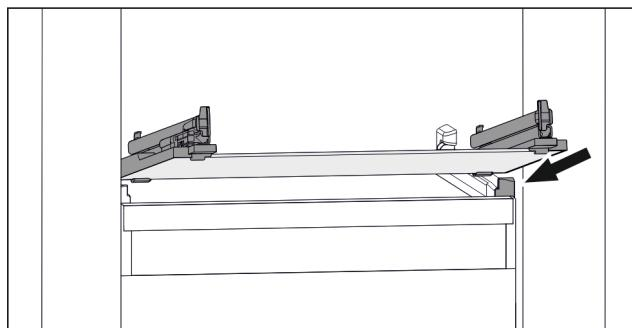

Fig. 117 Примерно изображение на стъклената плоча
- ▶ Поставете стъклената плоча под ъгъл зад ограничителите. (виж Fig. 117)